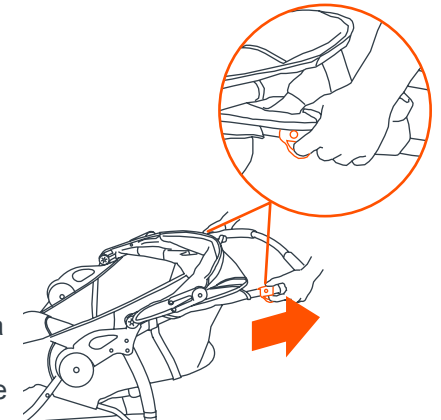
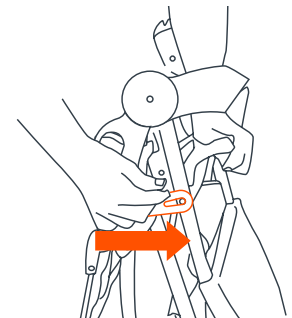

Fig. 18a
Fig. 18b
- El carrito se pliega tirando simultáneamente de cada gatillo (Fig. 18a). Cuando se sueltan los pestillos para plegar el carrito, el manubrio comienza a caer al suelo. Suelte los botones para plegar el carrito y presione hacia abajo el manubrio hasta que el carrito esté completamente plegado. El carrito se asegura en la posición plegada por el bloqueo que está localizado en el lado derecho del carrito sobre el remache que sobresale del armazón (Fig. 18b).